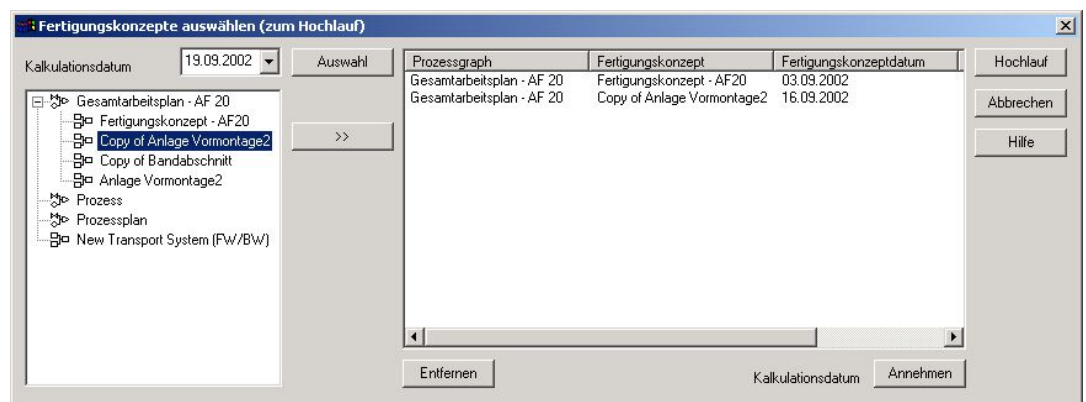

Abbildung 77: Dialog Fertigungskonzepte zum Hochlauf auswählen
- Klicken Sie danach auf *Hochlauf*. Es öffnet sich der Dialog *Fertigungskonzepte für die Hochlaufberechnung* auswählen. Siehe auch: Abbildung 77.
Siehe auch: Abbildung 77.